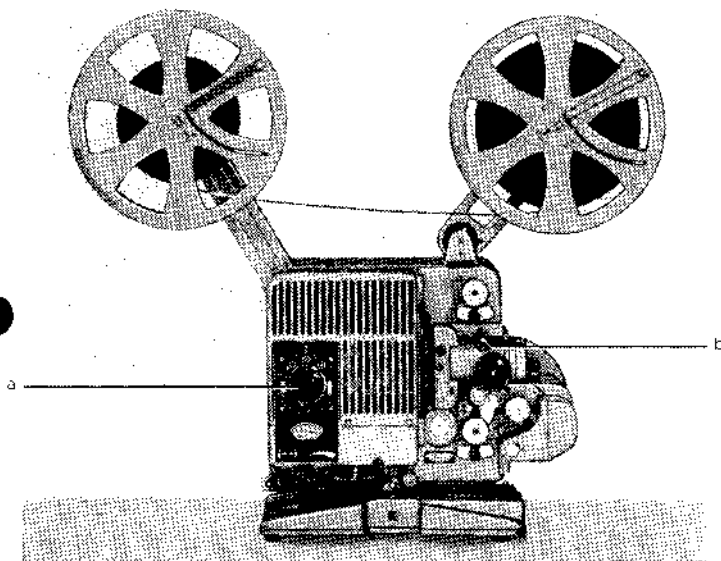

Bild 23 Umspulanordnung
Umspulen mit Hilfe des Motors (Bild 23)
3. Hebel b (Bild 23) in Projektionsrichtung umlegen, dadurch wird Umspulantrieb fest mit vorderer Spule gekuppelt.
4. Bedienungsknopf a (Bild 23) in Achsrichtung drücken, nach rechts auf Rücklauf drehen. (Beim Umspulen bleibt die Lampe abgeschaltet.)